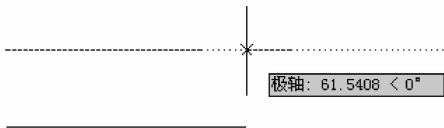

图 4-5 上对正
- (1)对正(J):用于确定如何在指定的点之间绘制多线。
①上(T):表示在光标下方绘制多线,因此,在指定点处将会出现具有最大正偏移值的直线,如图 4-5 所示。